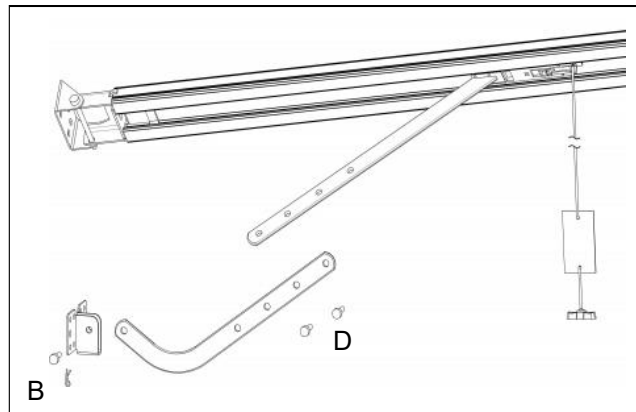

Bild 16
Schritt 6 (Bild 16)
Schieben Sie jetzt den Schlitten bei geschlossenem Garagentor in den vorderen Bereich der Schiene. Verbinden Sie den Kurventorarm mit dem geraden Verbindungsstück des Tormitnehmers mit Hilfe der mitgelieferten Schrauben und Muttern (D). Mit dem mitgelieferten Bolzen und Splint, Befestigen Sie den Tormitnehmer wie auf der Abbildung 16 zu sehen an der Torblatt-Halterung (B).
Bemerkung: Vergewissern Sie sich, dass die Lichtschranke ordnungsgemäß installiert wurde und an die Öffner-Kontakte der Klemmleiste angeschlossen ist (Bild 16).